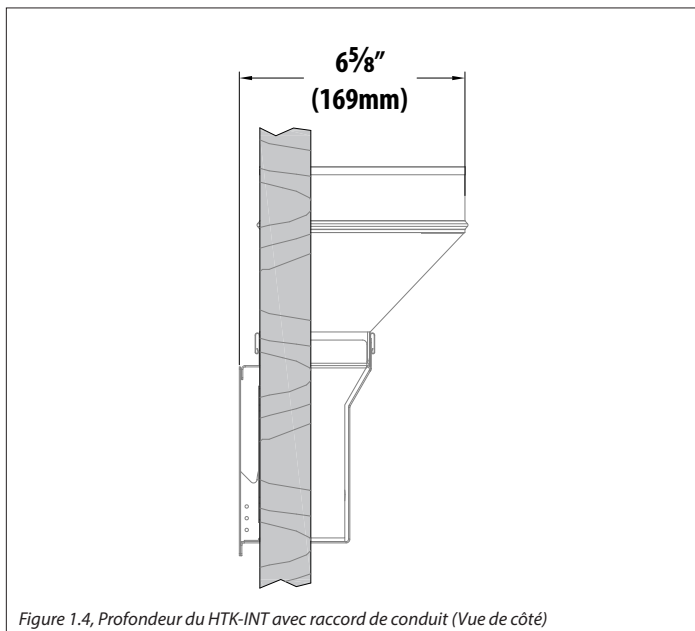

Figure 1.4, Profondeur du HTK-INT avec raccord de conduit (Vue de côté)
- La Figure 1.4 montre la profondeur du raccord de conduit.